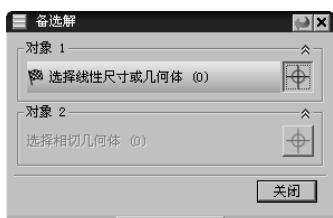

图 5.9.2 “备选解”对话框
“草图约束”工具条中没有“备选解”按钮，读者可以在工具条中加入此  按钮，也可通过定制的方法在下拉菜单中添加该命令（以下如有添加命令或按钮的情况将不再说明）。单击此按钮，则会弹出“备选解”对话框（图 5.9.2），在系统 **选择一个尺寸或圆/圆弧** 的
- Step 3** 选择命令。选择下拉菜单 **工具 (T)** → **约束 (R)** → **备选解算方案 (O)...** 命令，系统弹出“备选解”对话框，如图 5.9.2 所示。